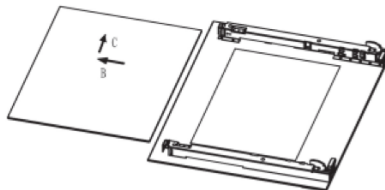

Fig.4
4. Saque el vidrio medio. (Fig.4) de la puerta.